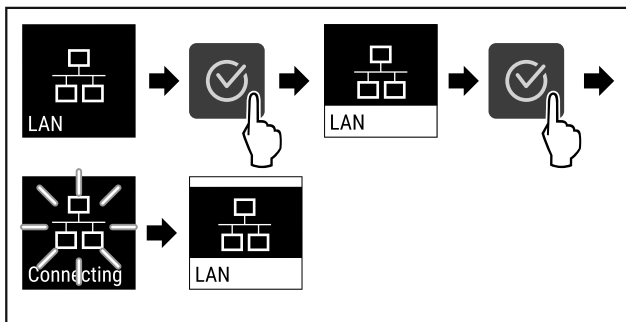

Fig. 91
- ▶ Изпълнете стъпките (виж Fig. 91).